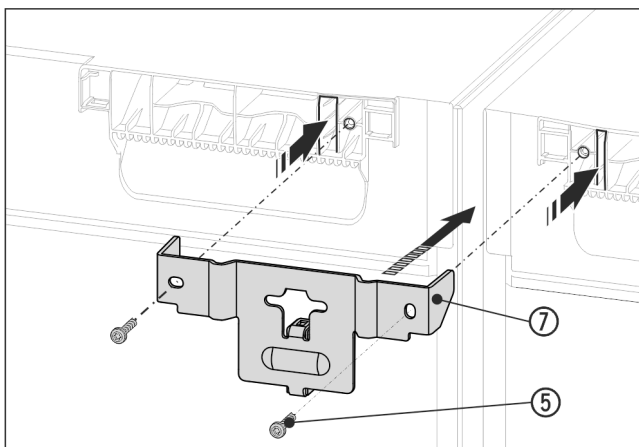

Fig. 16 Beispielhafte Darstellung
- ▶ Winkel Fig. 16 (7) mit dem Distanzstück zwischen die Geräte und mit den Laschen in die Geräteabdeckung schieben. Mit 2 Schrauben Fig. 16 (5) festschrauben.